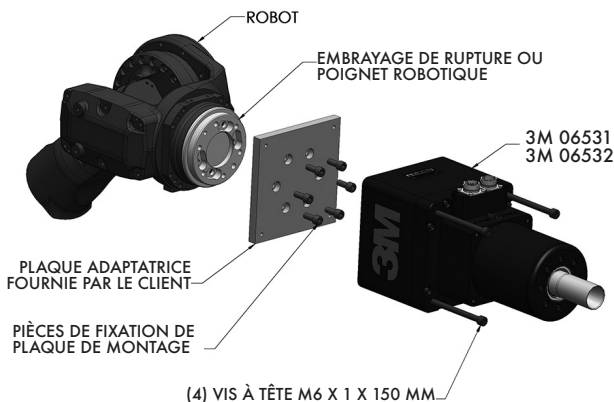

Figure 3. Montage direct du moteur à axe
Pour monter l'outil, attacher d'abord la plaque de montage fournie par le client à la bride de fixation du robot ou à l'embrayage de rupture, conformément aux spécifications du fabricant. Une fois que la plaque de montage est fixée, placer l'outil contre la plaque de montage et installer quatre (4) vis d'assemblage à six pans creux M6 x 1 x 145 mm. (Voir la figure 3.) Serrer les pièces de fixation au couple spécifié dans la section des caractéristiques techniques.